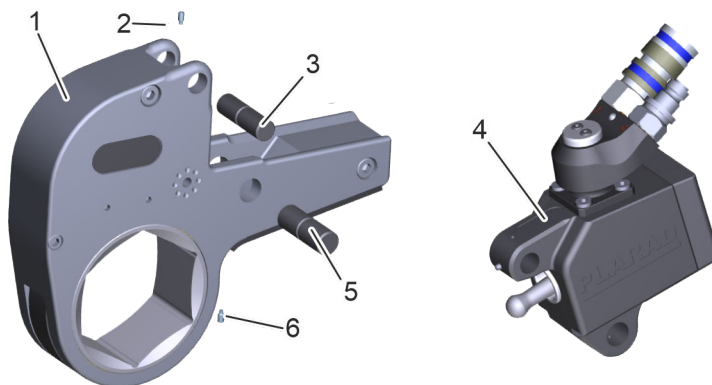

Bild 21: Ansluta HSX och SX
- 4 Drivenhet (SX)
2. ➔ Ta av drivenheten. För att göra det, lossa gängstiften (Bild 21/2 och 6). Tryck ut stiftet (Bild 21/5) med ett lämpligt verktyg (Bild 20).
3. ➔ Sväng drivenheten (Bild 21/4) uppåt via stiftet (Bild 21/3).
4. ➔ Tryck ut stiftet (Bild 21/3) med ett lämpligt verktyg (Bild 20).
5. ➔ Ta av drivenheten (Bild 21/4).